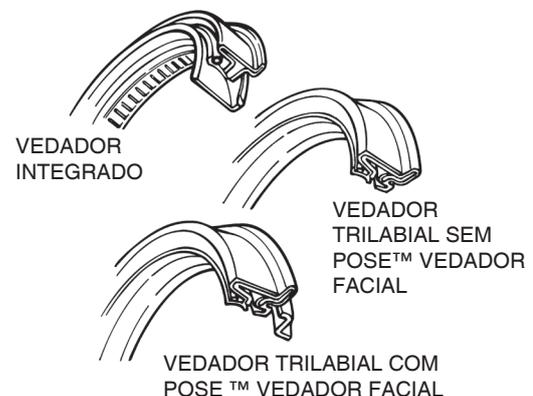

Figura 5.66
- Para vedador do pinhão unitizado, veja o procedimento nesta seção e proceda conforme o passo 4. Figura 5.66.
- Se você instalou um vedador unitizado na caixa do rolamento do eixo de saída, veja o procedimento nesta seção e então proceda conforme indicado no passo 7. Figura 5.66.